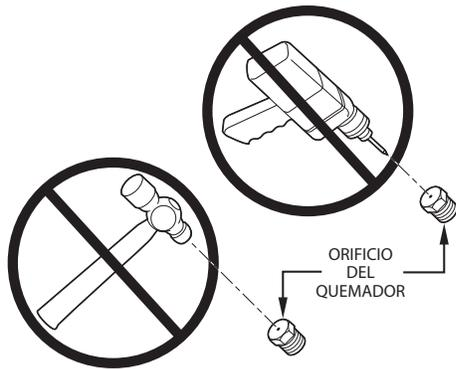

Fig. 63 – Abertura del orificio
NO vuelva a taladrar los orificios. Las perforaciones defectuosas (rebabas, agujeros irregulares, etc.) pueden producir un ruido excesivo del quemador y la dirección incorrecta de la llama de este. Esto puede resultar en la incidencia de llamas en los intercambiadores de calor y causar fallas. Consulte la Fig. 63.
- e. Mueva la configuración SW1-2 en el control del calefactor a la posición ON (Encendido) para bloquear el calefactor en funcionamiento con calor bajo. Consulte la Fig. 63 y la Fig. 39.